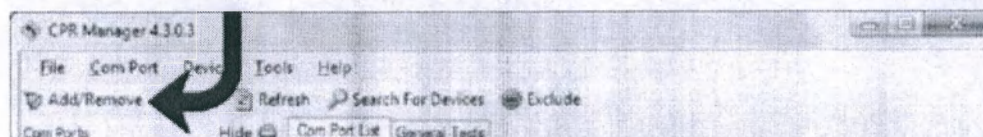
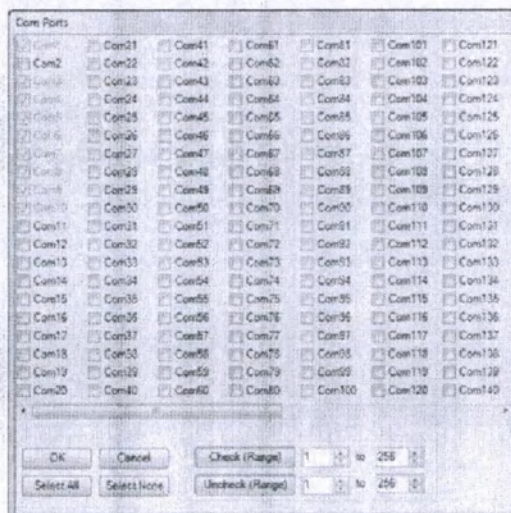

рис. 79
рис. 80
3. В программе «CPR Manager» нажмите на кнопку «Add/Remove» («Добавить/удалить»). См.рис. 79. Откроется диалоговое окно. См. рис. 80.
4. В диалоговом окне (см. рис. 80) можно отметить COM-порты, которые будут использоваться программой «CPR Manager» в ПК в качестве виртуальных COM-портов для аппаратов. После выбора нужных COM-портов необходимо подтвердить выбор кнопкой ОК.